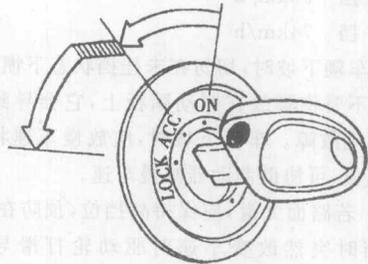

图 0-3 拔出点火钥匙
(4) 在“LOCK”位置上即可拔出钥匙,见图0-3。为了防止车辆被盗,应用点火钥匙锁住转向盘。